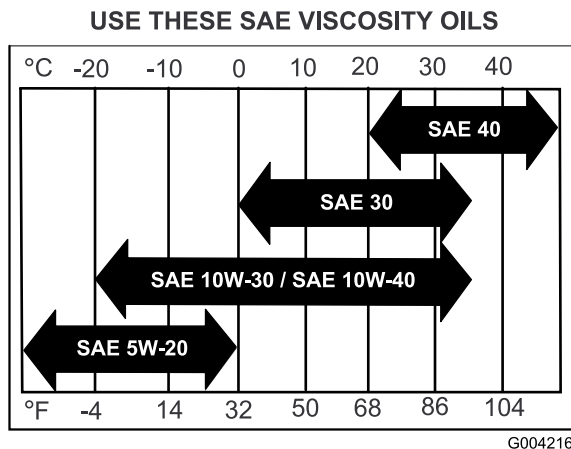

Figure 35
4. Remplissez le carter moteur de l'huile spécifiée; voir Figure 35.